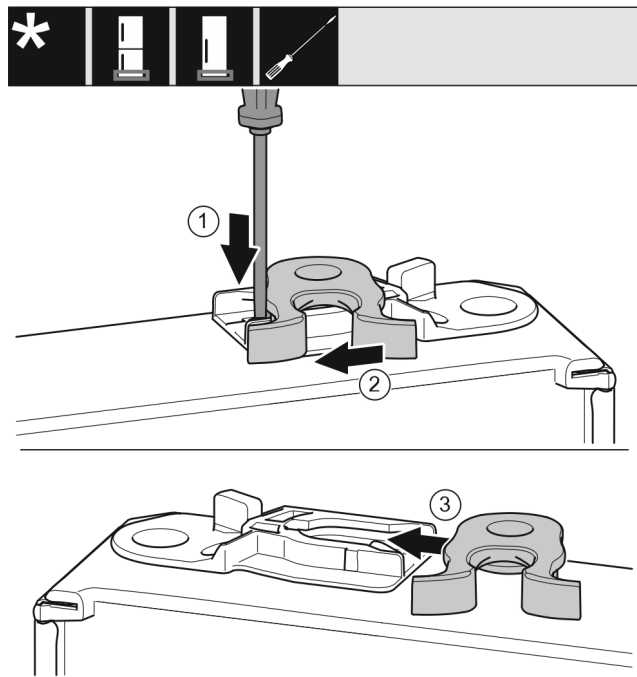

Fig. 19
- ▶ Πιέστε το αυτάκι με ίσιο κατσαβίδι προς τα κάτω. Fig. 19 (1)
- ▶ Τραβήξτε το άγκιστρο κλεισίματος από τον οδηγό. Fig. 19 (2)
- ▶ Ωθήστε το άγκιστρο κλεισίματος στην άλλη πλευρά στον οδηγό. Fig. 19 (3)